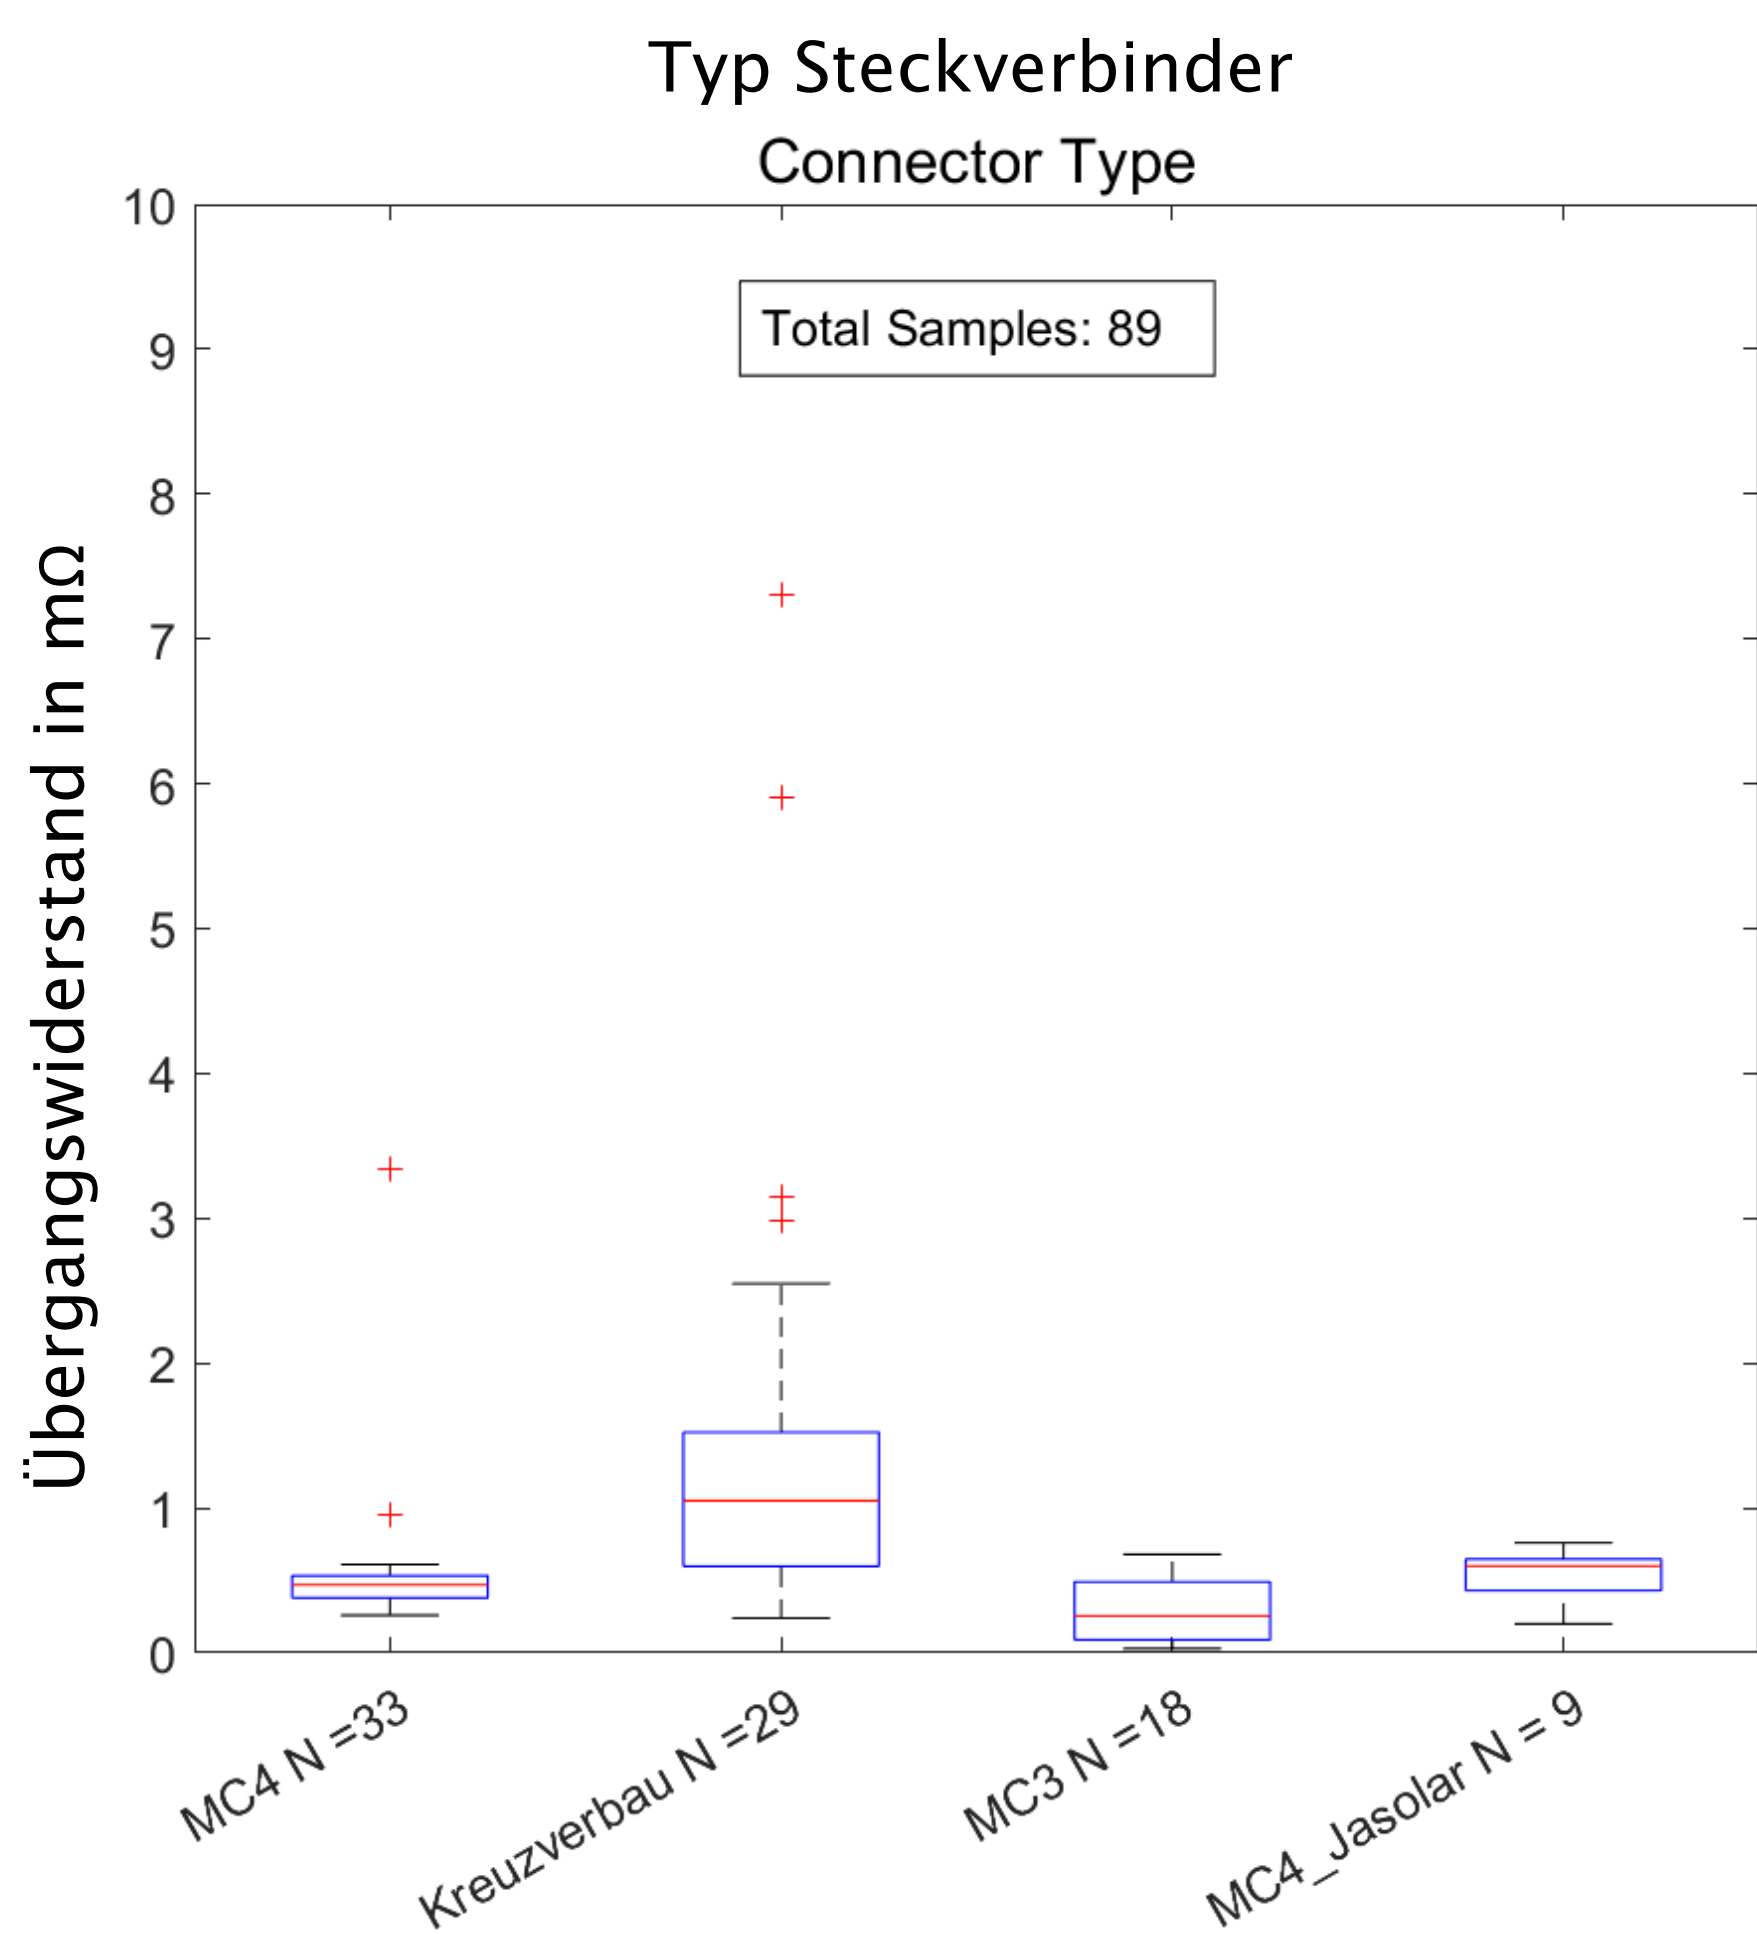

Abbildung 1: Übergangswiderstand in mΩ, aufgeteilt nach Steckverbindertypen
- Eine Kreuzverbindung zeigte massiv höhere Widerstände im Bereich >45 mΩ und war stark deformiert, so dass er nicht mehr getrennt werden konnte (in Abb. 1 nicht dargestellt).